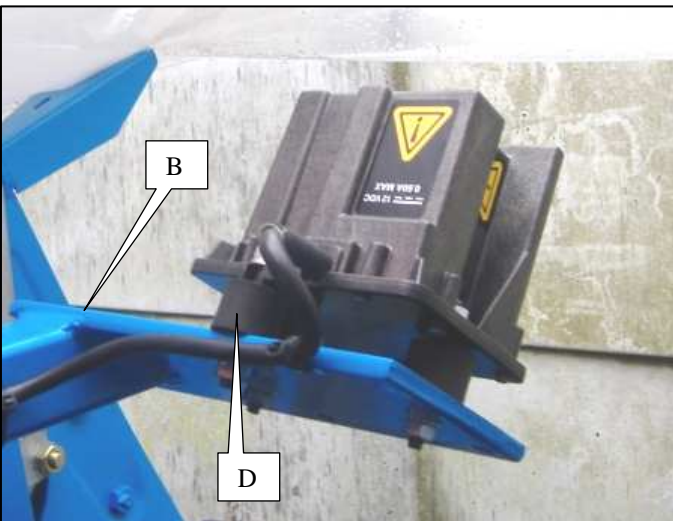

Fig. 3
**Nel modello NX**, fissare la scatola sensore F (fig. 3) sull'asse superiore blocco ruota.
-Fixer le radar sur son support à l'aide des 3 pièces de fixation caoutchoutées D (Fig.3).
-Secure the radar on its bracket using the 3 rubber securing parts D (Fig.3).
-Befestigen Sie den Radar auf seinen Träger mit Hilfe der 3 Gummi-Befestigungsstücke D (Abb. 3).